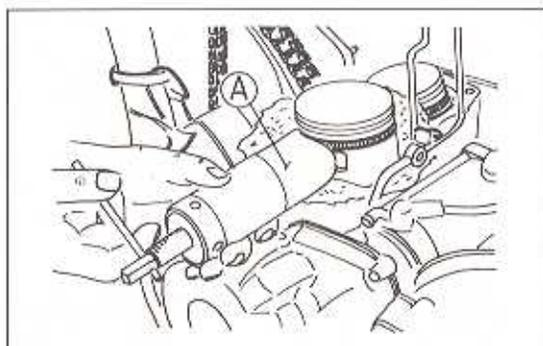

Bild 120
- Mit der Pleuellagerbolzenringzange die Pleuellagerbolzenringe vom Pleuellagerbolzen abnehmen (Bild 120).